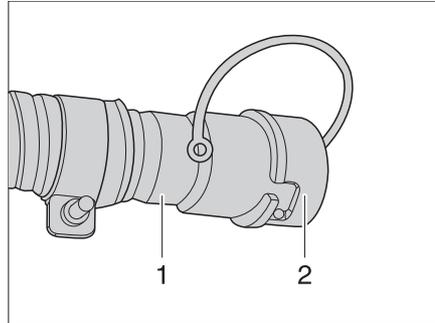

Bild 170 Fäkalientank-Ablassschlauch
- Ablassschlauch (Bild 170,1) aus Arretierung lösen und in den Entsorgungseinlauf einlegen.
- Abdeckkappe (Bild 170,2) am Ablassschlauch (Bild 170,1) durch eine viertel Umdrehung im Uhrzeigersinn entriegeln und abnehmen.
- Abdeckkappe aufsetzen (Bild 170,2) und durch eine viertel Umdrehung entgegen dem Uhrzeigersinn verriegeln.
- Ablassschlauch (Bild 170,1) in Arretierung einhängen.